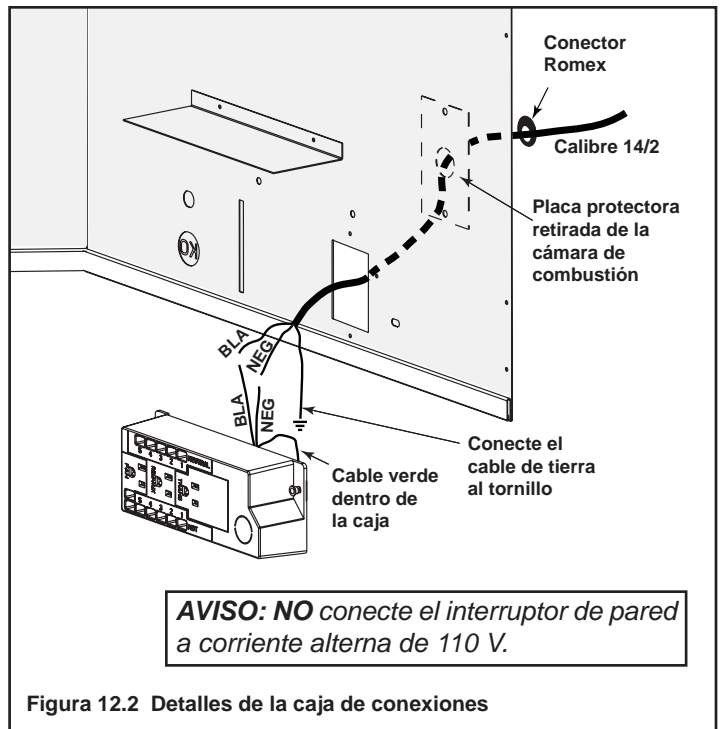

Figura 12.2 Detalles de la caja de conexiones
- Retire el tornillo que sujeta la caja de conexiones al exterior de la chimenea. Gire la caja de conexiones hacia adentro para desmontarla de la parte exterior de la chimenea (consulte la Figura 12.2).
- Jale los cables eléctricos que se encuentran en la parte exterior de la chimenea a través de la abertura hasta el compartimento de la válvula y asegúrelos con un conector Romex. Consulte la Figura 12.2.